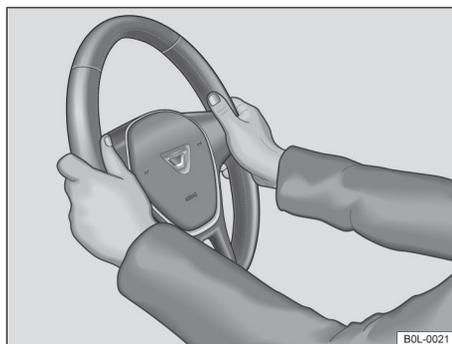

图 51 方向盘上：9 点钟和 3 点钟位置
- 调整方向盘至合适位置，驾驶员稍弯肘即可握在方向盘盘缘外侧的 **9 点钟和 3 点钟位置** → 图 51。
- 驾驶车辆时驾驶员双手务必始终握在方向盘轮缘的**9点钟和3点钟位置** → 图 51，以减轻驾驶员正面安全气囊触发时对驾驶员的伤害程度。